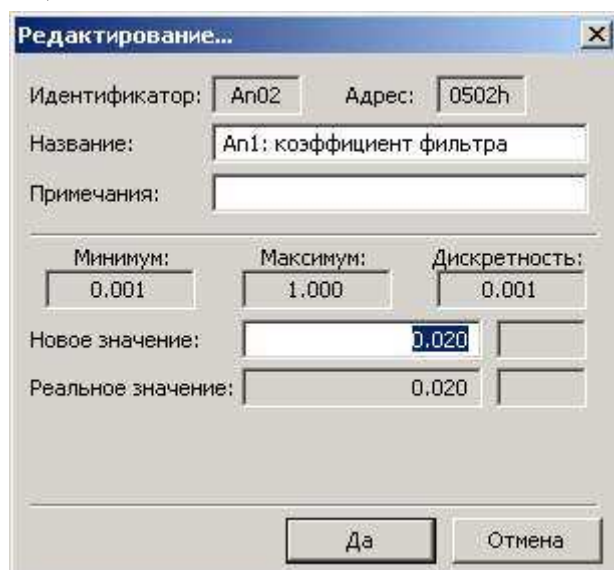

Рисунок 4-10. Окно редактирования десятичного типа числа.
- **Десятичный тип данных** (см. рис. 4-10).